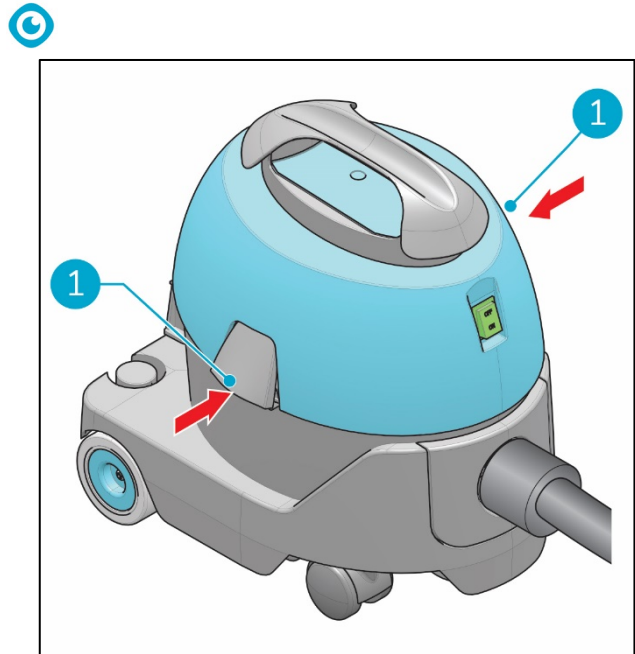

Figura 14
16. Fissare i fermi (Figura 14, pos 1).